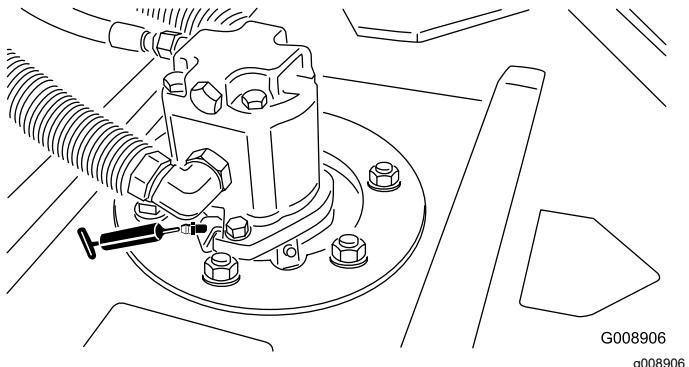

Figura 41
- 2 (por unidade de corte) rolamentos do veio do eixo da unidade de corte (Figura 41)